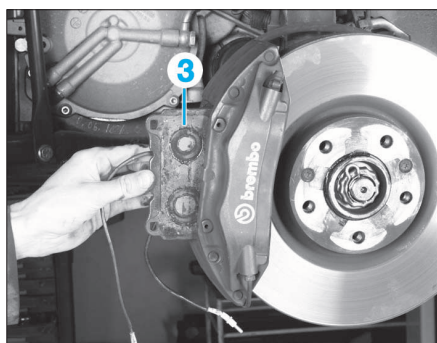

FIG. 3
- Déposer les plaquettes de frein (3) (Fig.3).